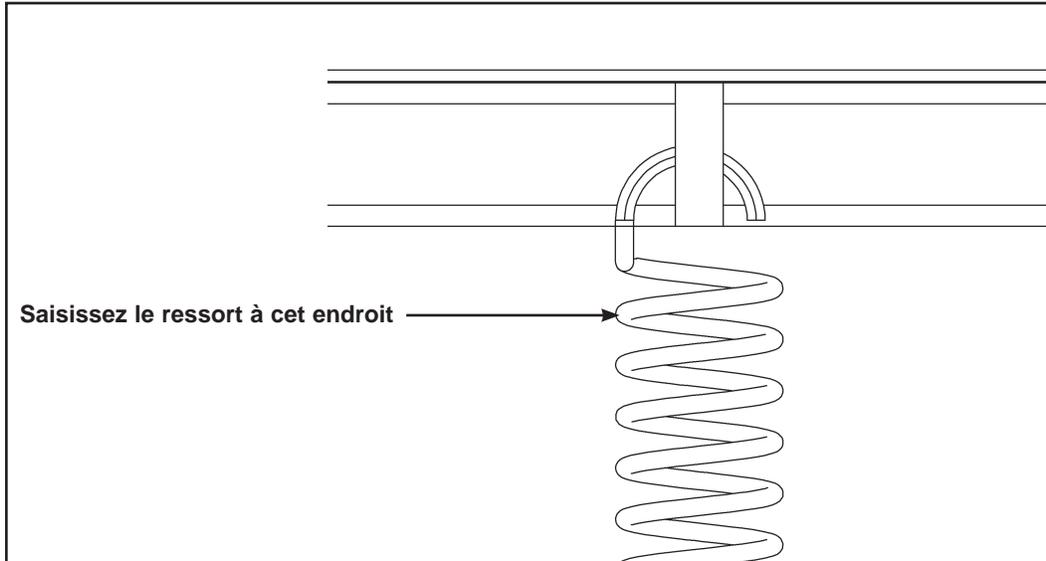

Figure 2
2. Détachez l'extrémité supérieure de chaque ressort (reportez-vous aux étapes 2A à 2E et aux figures 2 et 3).
A. Saisissez fermement l'extrémité supérieure du ressort. Reportez-vous à la figure 2.